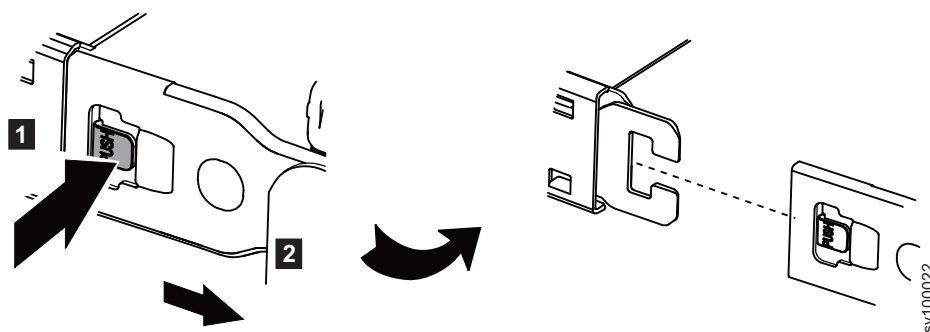

图 4. 松开电缆管理臂的外部构件
3. 松开外部构件，如图 4 中所示。
- a. 按"Push"按钮 (1)。
- b. 拉出电缆管理臂的插入式部件 (2) 以将其抽出。